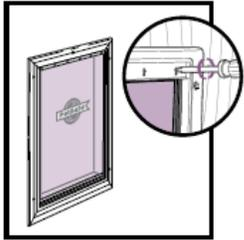

FIG. 13
1. Retire os parafusos da moldura de dentro da gateira (Fig. 13).